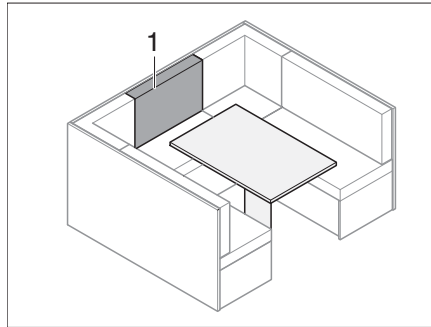

Fig. 172 Avant la transformation
- Placer le coussin de dossier (Fig. 172,1) sur la table devant le coussin supplémentaire.